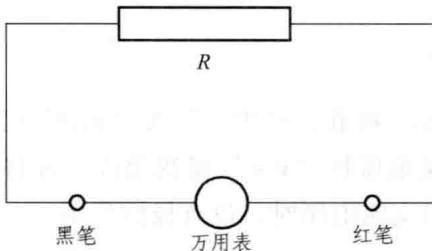

图 2.3 电阻测量电路
- (1) 将黑表笔插入“COM”插孔，红表笔插入“V/Ω”插孔。
- (2) 将功能开关置于“Ω”量程，将测试表笔连接到待测电阻上，如图 2.3 所示。